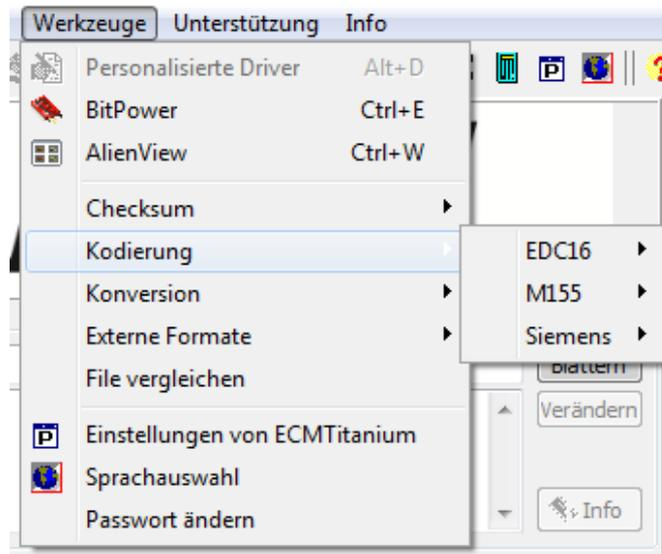

Abbildung 5: Liste der verfügbaren **Kodierungen**.
1. Wählen Sie im Hauptfenster des Programms das Menü *Werkzeuge* und anschließend *Kodierungen* aus (Abbildung 5).